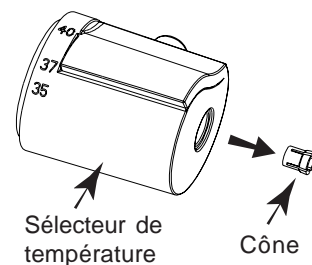

fig. 9
- Lors d'un changement de la cartouche de température ou de la tête de débit : à l'aide (par exemple) d'un crayon, extraire le cône du sélecteur (fig. 9).